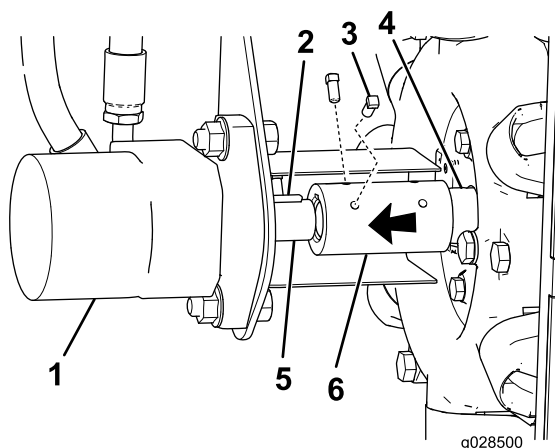

Figura 7
2. Inserite la chiave di Woodruff nell'apposita fessura nell'albero del motore idraulico (Figura 7).
3. Allineate la fessura nell'accoppiatore dell'albero con la chiave di Woodruff e fate scivolare l'accoppiatore dell'albero sull'albero del motore idraulico (Figura 7).
4. Allineate la fessura nell'estremità aperta dell'accoppiatore dell'albero con la chiave di Woodruff nell'albero della pompa dell'irroratrice (Figura 7).
Nota: Assicuratevi che sia presente una chiave di Woodruff nell'apposita fessura dell'albero della pompa dell'irroratrice (Figura 7).
5. Posizionate l'accoppiatore in modo uniforme sopra gli alberi del motore e della pompa (Figura 7).
6. Applicate un composto frenafili di livello medio alle 4 viti a testa quadra e fissate l'accoppiatore dell'albero a entrambi gli alberi con le viti (Figura 7).